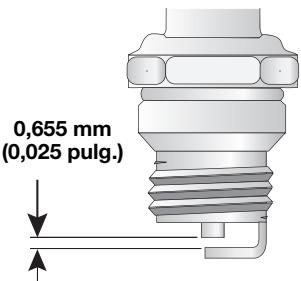

Fig. 55
- Cambie las bujías que estén rajadas, sucias o deterioradas. Fije la separación de aire a 0,655 mm (0,025 pulgadas) utilizando un calibrador (Fig. 55).